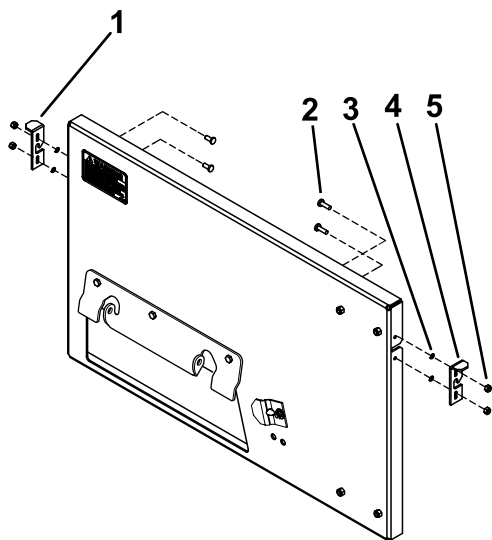

Figura 4
4. Instale os trincos em ambos os lados da placa traseira utilizando quatro parafusos de cabeça phillips, quatro anilhas de bloqueio e quatro porcas de bloqueio (n.º 10); Figura 4.